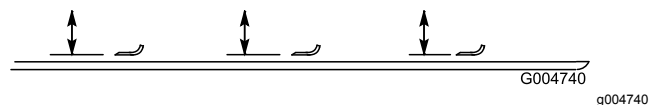

Figura 130
4. Rode a lâmina até que a extremidade fique virada para a frente e para trás e meça entre o interior da plataforma do cortador e a parte cortante na zona dianteira da lâmina (Figura 130).